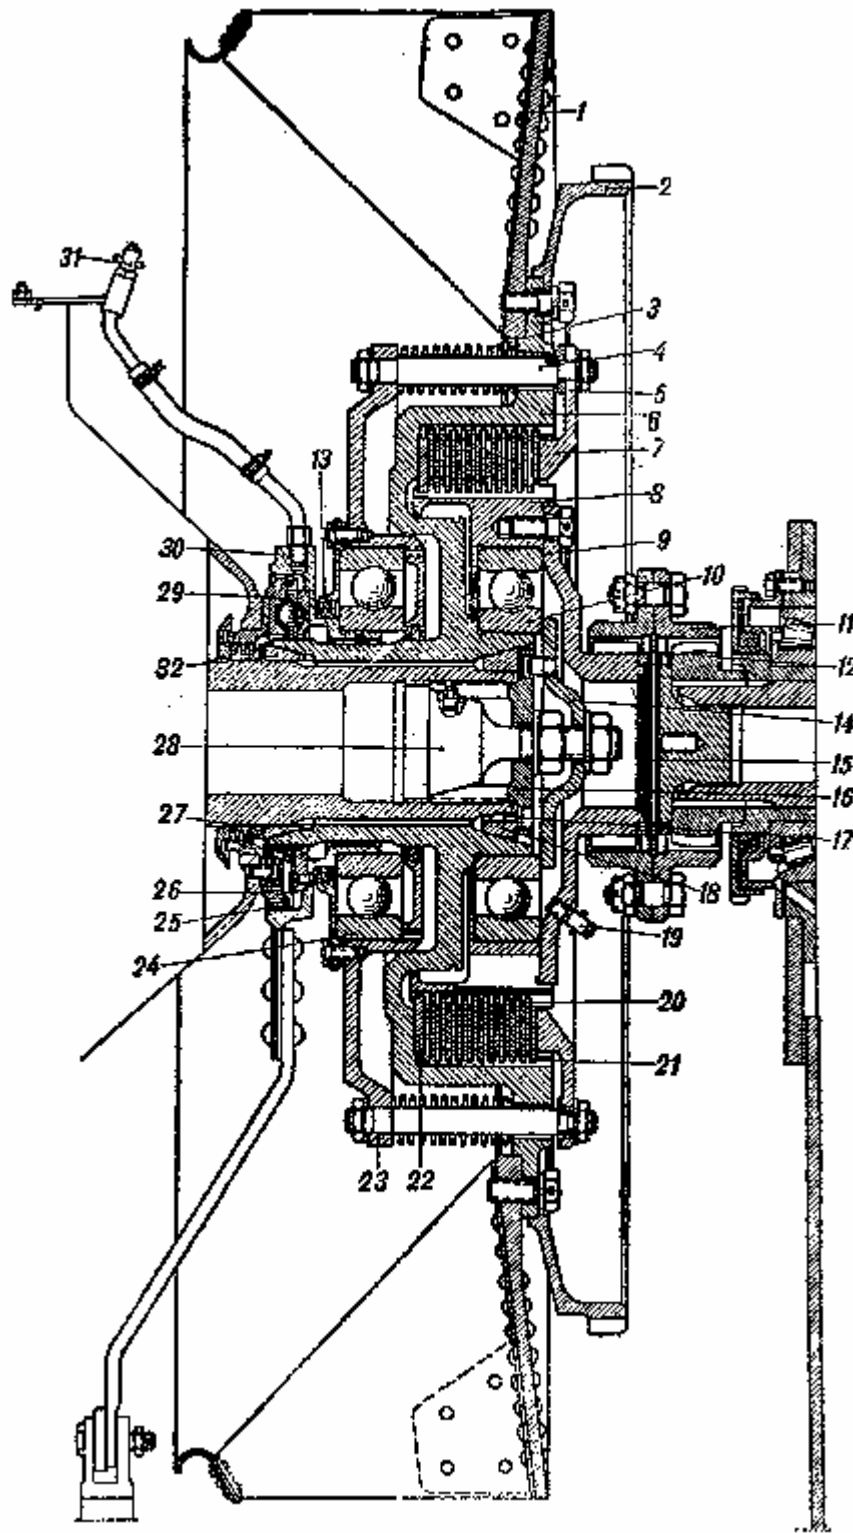
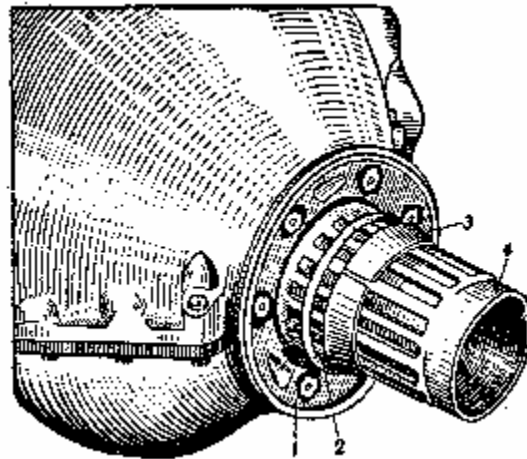

Рис. 83. Главный фрикцион.
Рис. 87. Носок вала двигателя перед установкой главного фрикциона:
Главный фрикцион представляет собой многодисковую выключающуюся муфту трения (рис. 83). Он разделяется на ведущие части, соединённые с коленчатым валом двигателя, ведомые части, соединённые с ведущим валом коробки перемены передач, и механизм выключения.
На цилиндрической части ступицы маховика установлен шарикоподшипник 10 (см. рис. 83), на котором посажен ведомый барабан 8. Он имеет на наружной поверхности зубья, с которыми соединяются зубья ведомых дисков. Благодаря такому соединению диски вращаются вместе с барабаном как одно целое.
- 4) Запрессовать шарикоподшипники 10 и 24 (см. рис. 83) в гнезда ведомого барабана 8 и отжимного диска 23.
- 17) Надеть на вал двигателя ориентировочно до общей толщины в 4 мм регулировочные кольца 2 (рис. 87) и бронзовый конус 32 (см рис. 83) — утолщённым торцом в сторону двигателя.
- 18) Поставить сепаратор с шариками, обильно смазанными консталином, в неподвижную чашку механизма выключения и надеть уплотняющее пружинное кольцо 25 (см. рис. 83)
- 28) Установить и закрепить на хвостовике распорного конуса фланец 14 (см. рис. 83), фиксирующий ведомую часть фрикциона на ступице маховика. Штифт, ввёрнутый во фланец, должен находиться в одном из отверстий пробки 16.